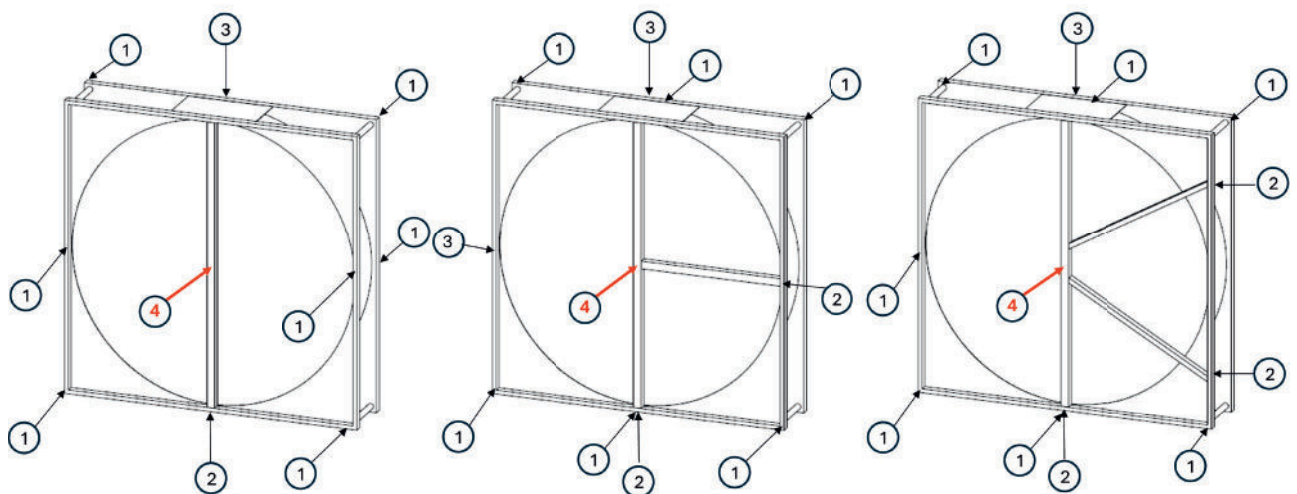

Abb. 23: Vertikaler Luftstrom nebeneinander
- Aufgrund der Ausrichtung des Gehäuses müssen auch die Positionen der Kräfte gemäß Abbildung 23 gedreht werden, wenn sie nebeneinander eingebaut werden.